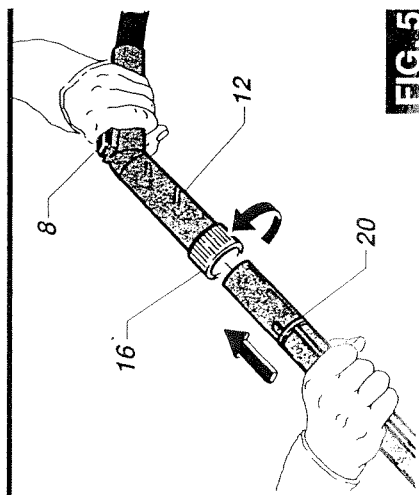

FIG. 5
Emboîter le manchon (20) comme indiqué sur fig. 5 sans oublier de verrouiller la bague (16).